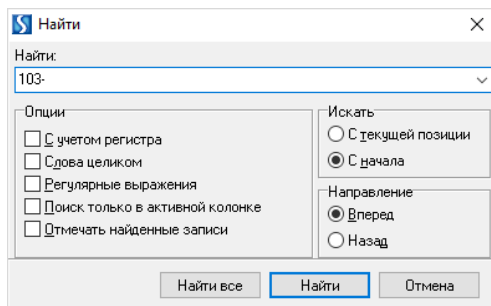

Рисунок 3.1 – Вікно пошуку документів
2. Виконайте стандартний пошук документу, натиснувши на клавіатурі **Ctrl + F**. В вікні (рис. 3.1) введіть *103-* і натисніть **Найти**.